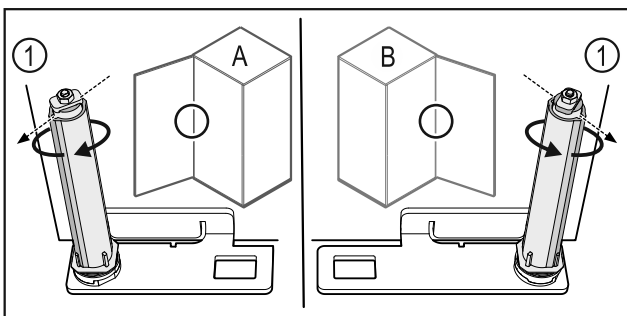

Fig. 60 Розкриття ліворуч (A) / Розкриття праворуч (B)
- ▶ Систему закриття повертати проти опору доки перемичка системи закриття Fig. 60 (1) не покажуватиме назовні.